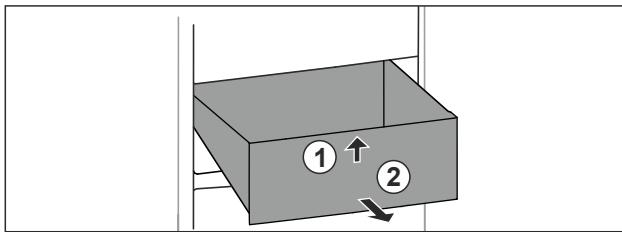

Fig. 97
- Schubfach vorne anheben. Fig. 97 (1)
- Schubfach nach vorne entnehmen. Fig. 97 (2)